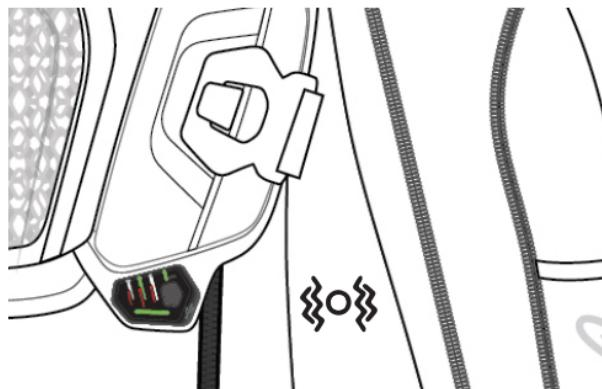

Figure 9 : Phase de vérification des LED
- 1) Vérification des LED : au cours de cette phase, le système vérifie que toutes les LED disponibles fonctionnent correctement. L'utilisateur constatera que tous les voyants disponibles (4c, 4d, 4e) s'allument en VERT SOLIDE pendant environ une seconde, puis s'éteignent (figure 9) ;